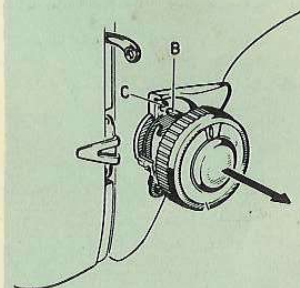

Fig. 30
- Place button « A » (Fig. 30) on 0.